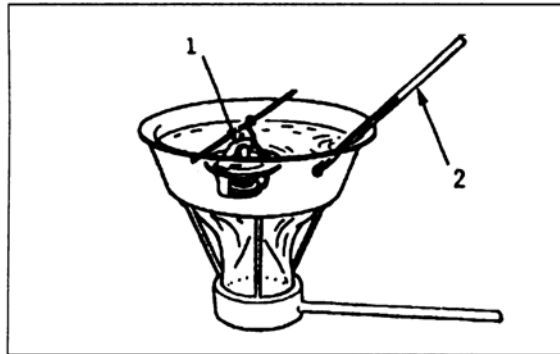

Bild 85
- ☒ Thermostatventil in heisses Wasser tauchen (nicht die Gefässwand berühren). Thermostat muss ausgewechselt werden, wenn das Ventil bei anderen als den vorgeschriebenen Werten öffnet (Bild 85). Ventil muss bei 80 – 84 °C beginnen zu öffnen, und bei 95 °C einen Hub von 8 mm aufweisen.